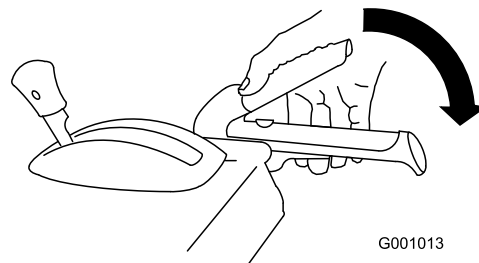

Figure 36
1. Pour engager la vis sans fin/turbine, serrez le levier droit (vis sans fin/turbine) contre la poignée (Figure 36).